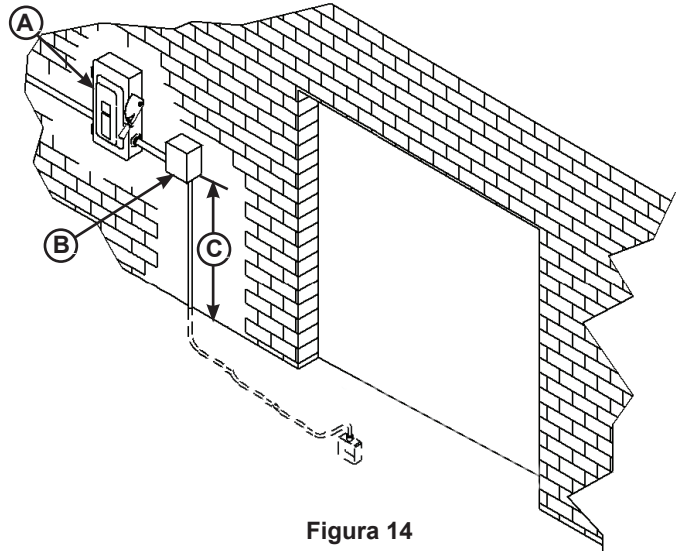

Figura 14
1. Si se montará en la pared, monte el panel de control con botones pulsadores (B) de modo que la distancia entre la parte inferior del panel de control y el piso del andén (C) sea de 1219 mm (48 pulg.). Consulte la Figura 14. Si se montará en montante, monte la caja de control en el montante en la ubicación deseada.
2. Instale el panel de desconexión eléctrica (A) si aún no se ha instalado. Panel de desconexión proporcionado por terceros.